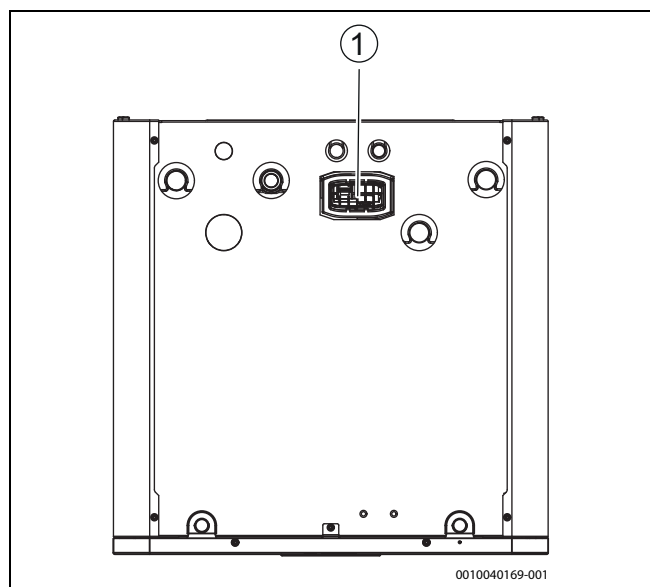

Bild 17 Halter für Connect-Key
- ▶ Modul in den Halter einsetzen (→ [1], Abbildung 17). Wenn das Modul richtig eingesetzt wurde, blinkt eine LED.